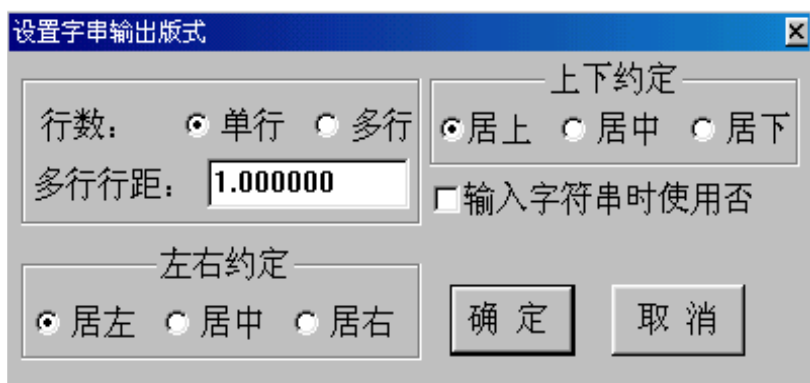

图 9-12 缺省字串版式参数对话框
- (1) 手工输入文字。手工输入文字主要适用于表格中的内容并非直接来自于 MAPGIS 图形的属性数据。因为 MAPGIS 中输入文字涉及到定位问题，故手工输入文字时又可分两种情况输入，具体如下：
- ① 设置字串的缺省版式：对于表格中排列规则的文字，可通过缺省版式来设定文字在表格中的位置。那么，如何设定缺省版式呢？您只需在**字串**菜单下，选择“缺省字串版式”，就会弹出图 9-12 所示的对话框：